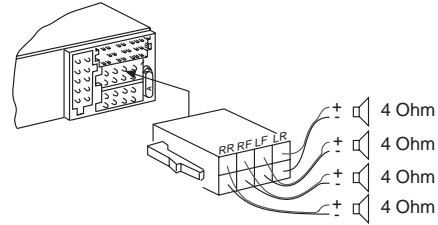

Fig.4
Bij een **passieve radiouitrusting** (met luidsprekers van 4 Ohm) kunt u de ISO-stekkers in de auto adapteren. Deze kan desgewenst worden verlengd met de ISO-kabel (best.nr. 7 607 647 093) (zie fig. 4). Bij
- Aansluiting luidsprekers 4 AL (4  $\Omega$ /35 W) ..... fig.4